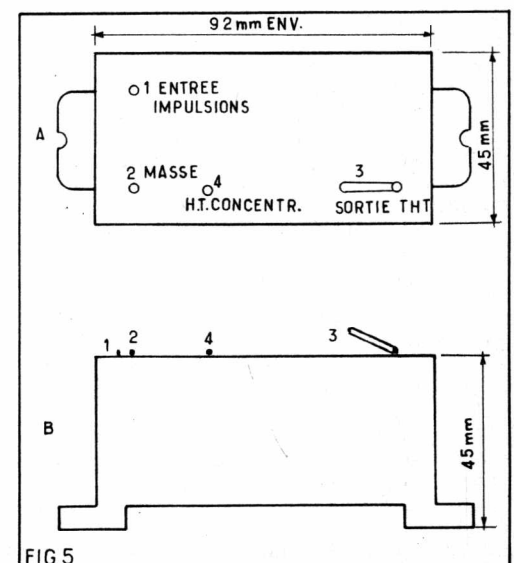

FIG. 5
Cet ensemble a la forme représentée par la figure 5, en (A) vue de dessus et en (B) vue de profil.